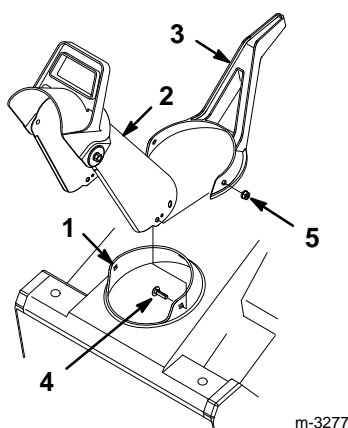

Figure 4
1. Placer la poignée d'orientation sur la couronne d'éjecteur (Fig. 4).
2. Insérer l'éjecteur entre la couronne et la poignée d'orientation (Fig. 4).